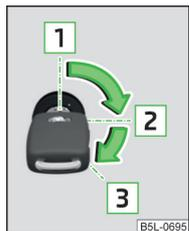

Fig. 91
Posicionamiento de la llave del vehículo en la cerradura de encendido » fig. 91
- Girar la llave a la posición  » fig. 91 de la página 104.